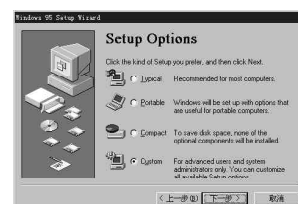

图 13
4、当出现“Setup Options”对话框时, 选择“Custom”, 见图 13。